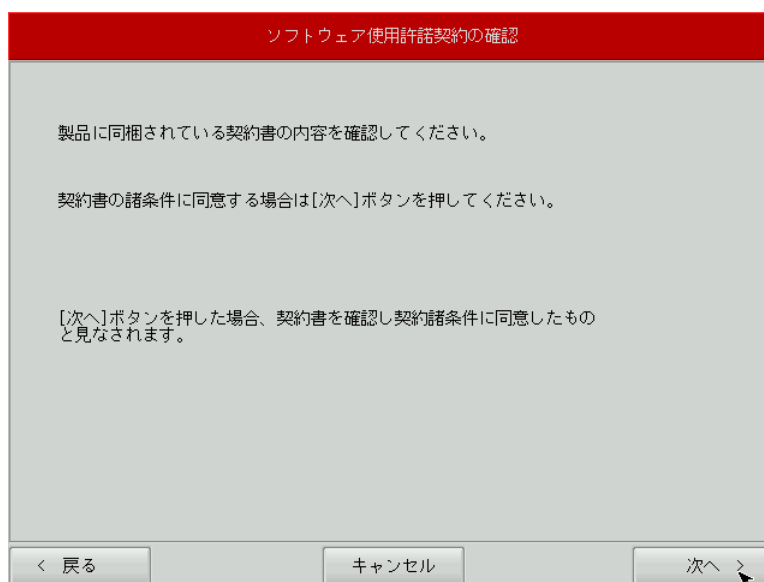

図 6-3-1. ソフトウェア使用許諾契約確認画面
- ② ソフトウェア使用許諾契約確認画面（図 6-3-1）が表示されます。使用許諾契約を確認し、使用許諾契約の諸条件に同意できる場合は[次へ]ボタンを押します。